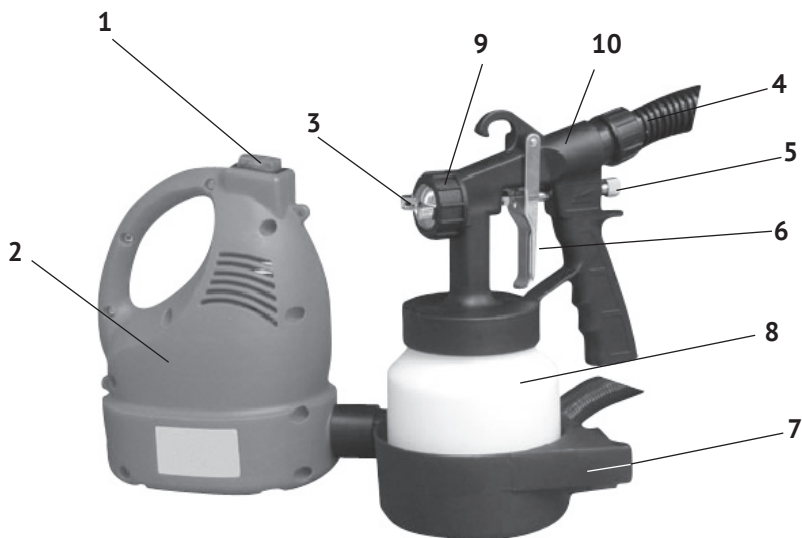

рис. 1
2.1 Общий вид представлен на рис. 1:
2.2 Разнесённые компрессорный блок и краскораспылитель, снижают вес в руках оператора. Гофрированный шланг (рис.1 поз.4) длиной 2 метра, позволяет окрашивать поверхности, при нахождении компрессорного блока на полу.
Коллекторный двигатель в сборе с компрессором расположен в пластиковом корпусе (рис.1 поз.2), состоящем из двух половин. В верхней части корпуса находится клавиша выключателя двигателя (рис.1 поз.1). Она имеет два фиксированных положения: «0» - выключено, «I» - включено. Воздух из компрессора подаётся гофрированным шлангом в краскораспылитель (рис.1 поз.10).
Из бачка (рис.1 поз.8), под давлением сжатого воздуха, краска всасывающей трубкой подаётся в форсунку, для смешивания её с воздухом. В форсунке происходит смешивание воздуха с краской и подача в насадку – распылитель (рис.1 поз.3), для покрытия поверхностей.
Регулятором (рис.1 поз.5) изменяется расход распыляемого материала. Поворот винта регулятора по часовой стрелке уменьшает количество распыляемого материала, против часовой – увеличивает.
В передней части рукоятки краскораспылителя расположен пусковой курок (рис.1 поз.6), при нажатии на который воздушно-капельная смесь через форсунку подаётся в распылительную головку (рис.1 поз.3). При отпускании клавиши подача краски к форсунке прекращается. После окончания работы необходимо отключить компрессор выключателем (рис.1 поз.1).
4.1 После распаковки проверьте комплектность изделия, отсутствие повреждений корпуса компрессорного блока (рис.1 поз.2), пистолета-краскораспылителя (рис.1 поз.10) и гофрированного шланга (рис.1 поз.4).
4.2 Соедините гофрированным шлангом выходной штуцер корпуса компрессорного блока с входным штуцером краскораспылителя. Проверьте надёжность затяжки зажимной гайкой (рис.1 поз.9) головки распылительной (рис.1 поз.3).
- ослабить зажимную гайку (рис.1 поз.9);
- повернуть распылительную головку (рис.1 поз.9) в одно из указанных положений;
Интенсивность факела изменяется с помощью регулятора расхода распыляемого материала. Поворот винта (рис.1 поз.3) по часовой стрелке уменьшает количество распыляемого материала, против часовой - увеличивает. Перед началом покраски установите регулятор примерно посередине, затем поворачивайте его в одну или в другую сторону для достижения желаемого результата.
Приготовьте распыляемый материал (краску, лак, грунтовку и т.п.). Перед заправкой бачка (рис.1 поз.8), в отдельной ёмкости проверьте вязкость материала, для чего: